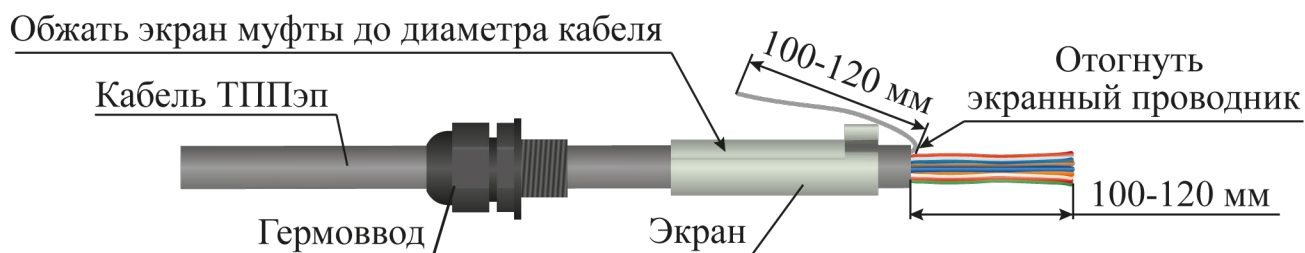

Рисунок 4.5
– надеть на оболочку кабеля ТППЭп в следующей последовательности: гермоввод, экран устройства оконечного (рисунок 4.5);
- обжать экран устройства оконечного до диаметра кабеля ТППЭп с помощью плоскогубцев (рисунок 4.5);
- снять оболочку со свободного конца кабеля ТППЭп (с кабеля ТППбЭп снять белую и черную оболочки) длиной 100 - 120 мм (рисунок 4.5);
- экранированный проводник отвести в сторону (рисунок 4.5);